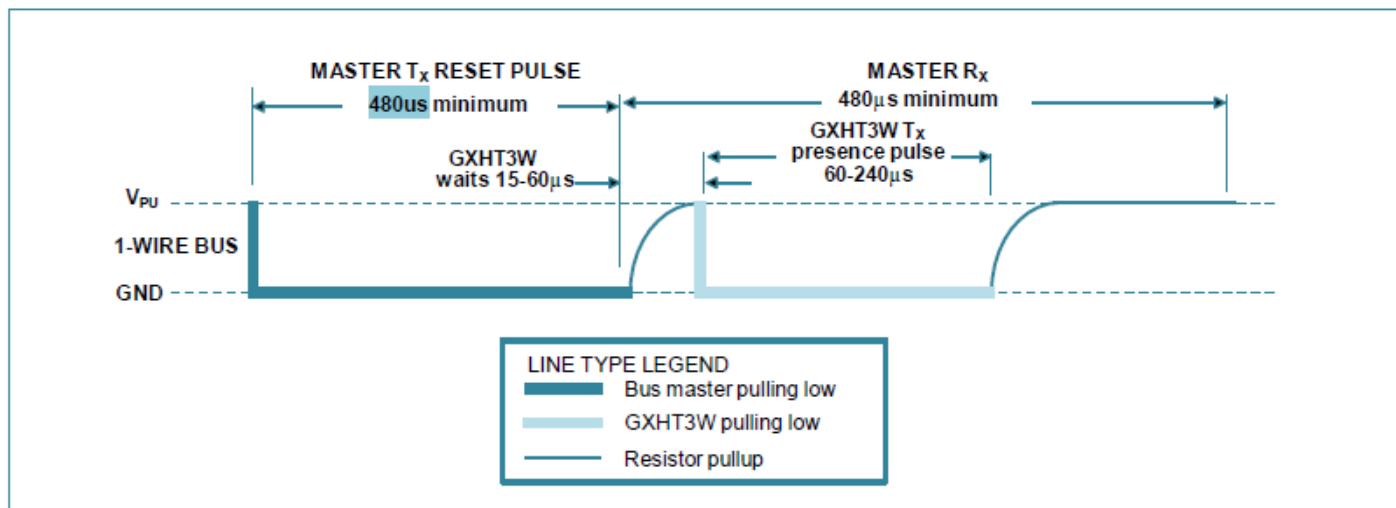

图 17 初始化时序
所有和 GXHT3W 间的通信都以初始化序列开始，初始化序列如图 17 所示。一个复位脉冲跟着一个存在脉冲表明 GXHT3W 已经准备好发送和接收数据。在初始化序列期间，总线控制器拉低总线并保持 480us 以发出 (TX) 一个复位脉冲信号，然后释放总线，进入接收状态 (RX)。当总线被释放后，5kΩ 的上拉电阻将总线拉到高电平。当 GXHT3W 检测到 IO 引脚上的上升沿后，等待 15-60us，然后发出一个由 60-240us 低电平信号构成的存在脉冲。